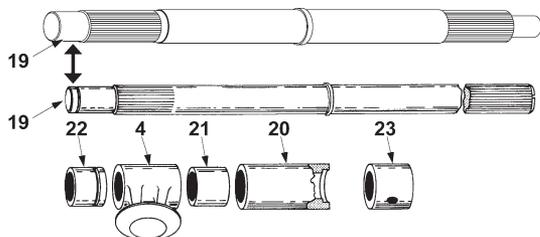

Figura 10
- B. Coloque o corpo da válvula (1) sobre uma superfície plana, de tal modo que o assentamento esteja voltado para baixo.
- C. Passe o lubrificante recomendando na bucha-guia inferior (22) e coloque-a no corpo.
Nota: A ranhura na bucha-guia (22) deve estar voltada para o centro do corpo. Consulte Figura 10 para a correta sequência de montagem. Se o eixo (19) for o projeto anterior, ele pode haver uma ranhura circular, se sim, instale o anel de retenção (18).